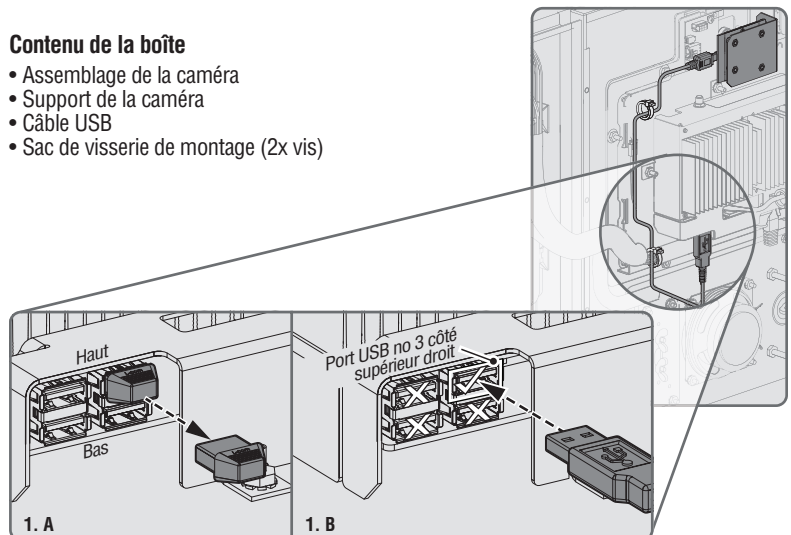

Figure 1. Dépose du bouchon fantôme USB et connexion au port USB no 3 sur le côté supérieur droit du contrôleur.
5. Utiliser des pinces pour débrancher le bouchon fantôme supérieur droit de la prise USB sur la carte logique (contrôleur). (Figure 1.A)
6. Le port USB no 3 doit être utilisé pour connecter la caméra. L'extrémité micro USB du câble USB se branche dans la caméra et l'extrémité USB standard du câble se connecte spécifiquement au port USB no 3, (le port supérieur droit sur le contrôleur). (Voir la Figure 1.B)